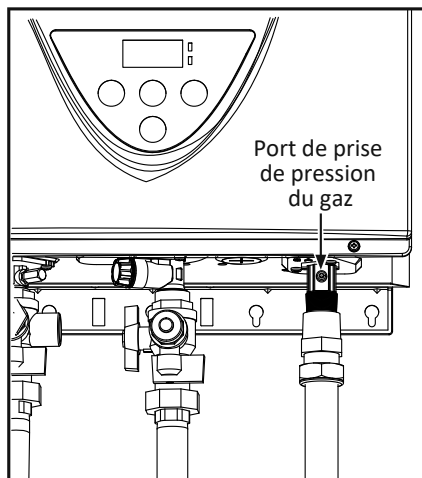

Figure 19
4. Retirez la vis de l'orifice de mesure de pression, à l'entrée de la commande du gaz. Voir Figure 19.